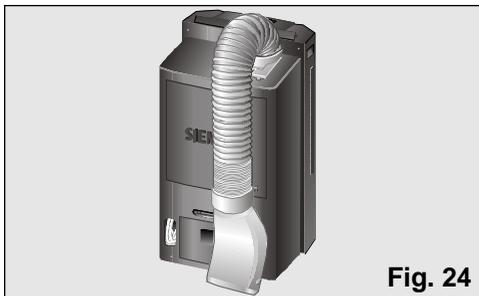

Fig. 24
- ❑ Para ello doblar el tubo hacia la parte trasera del equipo y sujetarlo por el enganche difusor, **Fig. 24 y 25**.